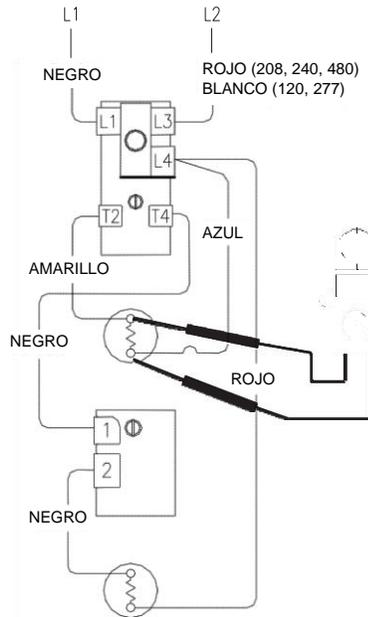

Figura 8
4. Compruebe los terminales L4 y T2 del termostato superior (consulte la figura 8).
4. Consulte la figura 8, compruebe el voltaje en los terminales L4 y T2 del termostato superior.
4. Compruebe los terminales L4 y T2 del termostato superior (consulte la figura 8 en la página 17).